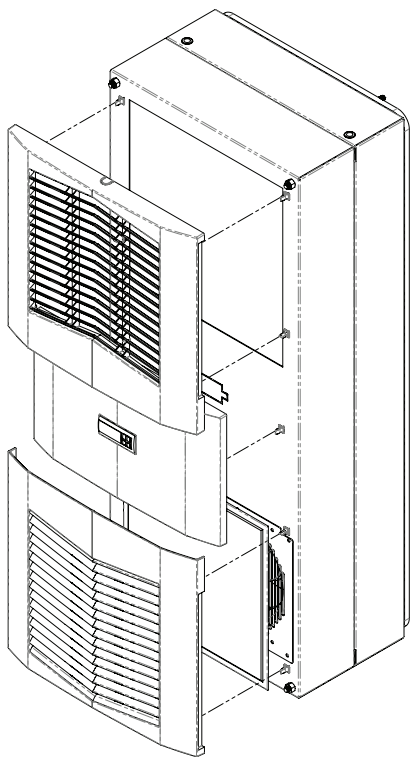

图 3
1. ルーバーグリルを慎重に取り外し、該当する場合は、前方に引いてエンクロージャからセンターパネルを取り外します。9ページの図3を参照してください。